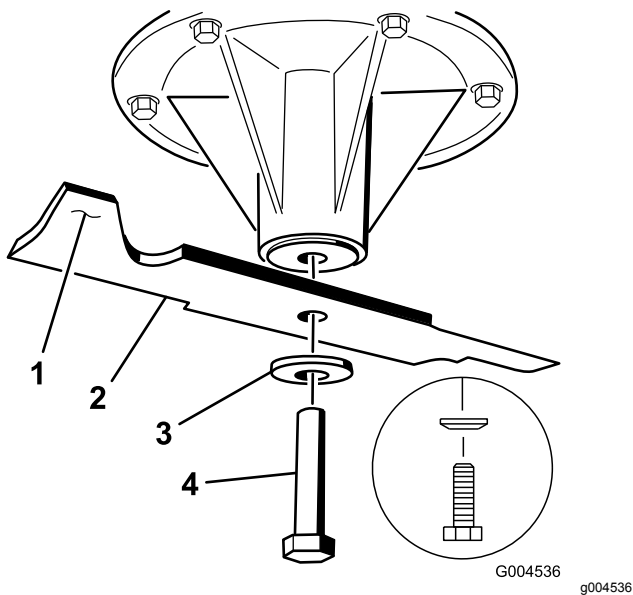

Figure 98
- Placez la lame sur l'axe (Figure 98).
- Mettez en place la rondelle élastique et le boulon de la lame (Figure 98).
**Remarque:** Le cône de la rondelle élastique doit être dirigé vers la tête du boulon (Figure 98).